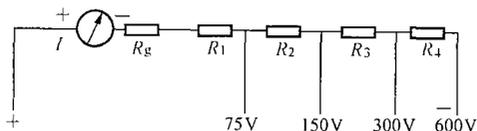

图 D-6
**Jf3D4070** 有一直流电流表的表头内阻  $R_g=200\Omega$ ，满刻度电流为 3mA，现将其改装成量程为 75V、150V、300V、600V 的电压表，倍压电路图如图 D-6 所示，试计算各附加电阻的